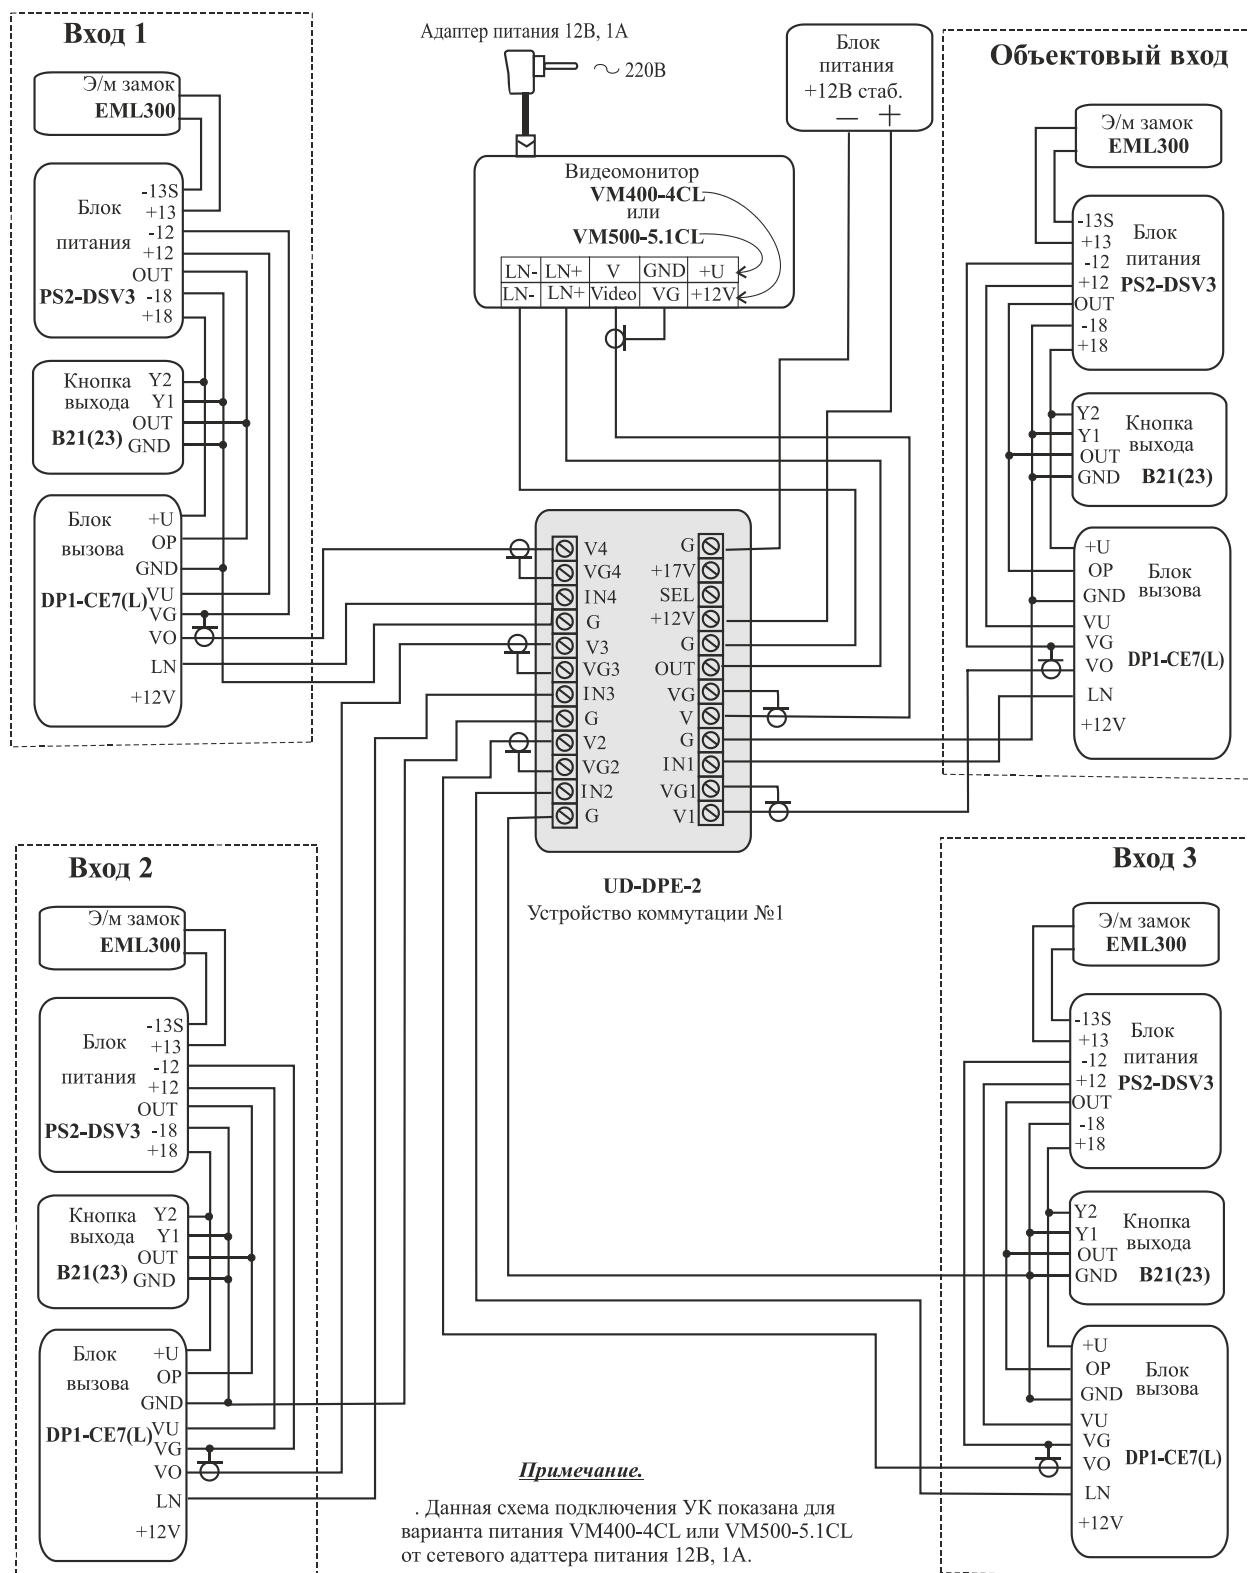

Рис.4 Схема подключения ДК, представленного на рис.3, для VM400 или VM500
УК используется в том случае, когда ВМ абонента должен работать с несколькими БВ, которые могут быть установлены как у входов на охраняемую территорию, так и на входные двери объекта. На рис.3 показан пример ДК на базе УК с применением шести БВ, а на рис.4 и 5 – схема этого ДК для одного УК.
- Рекомендации.** * 1. Расстояние от видеомонитора до устройства коммутации, к которому он подключается должно быть не более 15м в случае питания УК от ВМ (см. рис.4)